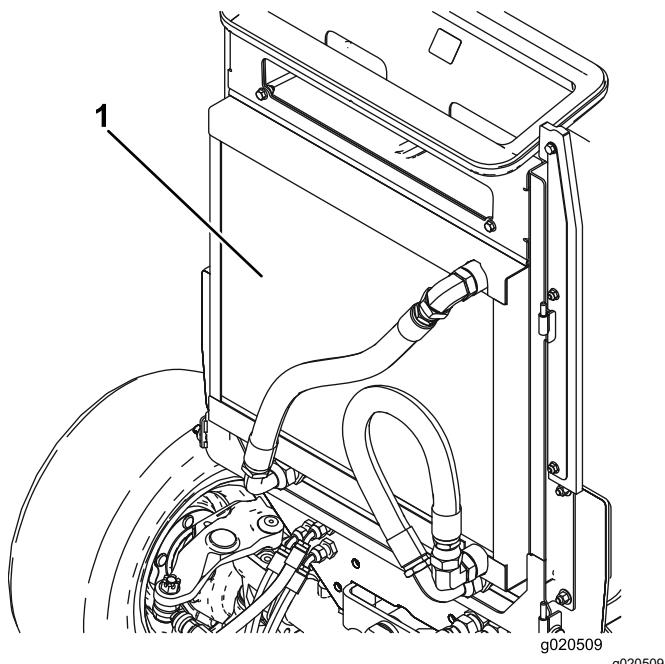

Figura 98
3. Pulite accuratamente entrambi i lati dell'area del radiatore/refrigeratore dell'olio (Figura 98) utilizzando aria compressa. Iniziate dal lato anteriore ed eliminate i detriti spingendoli verso la parte posteriore. Successivamente eseguite la pulizia partendo dalla parte posteriore e soffiando l'aria verso la parte anteriore. Ripetete la procedura più volte fino a rimuovere completamente sporcizia e detriti.